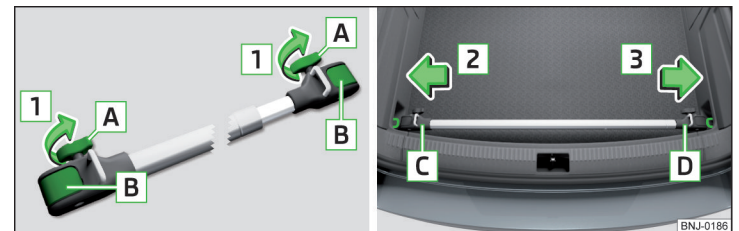

Abb. 118 Querträger einbauen: Schrauben lösen und Halterungen entriegeln / Querträger auf die Verzurrösen setzen
- › Zum **Einbauen** die Schrauben **A** in Richtung der Pfeile **1** ganz lösen und teilweise herausziehen. Die Halterungen **B** werden entriegelt » Abb. 118.